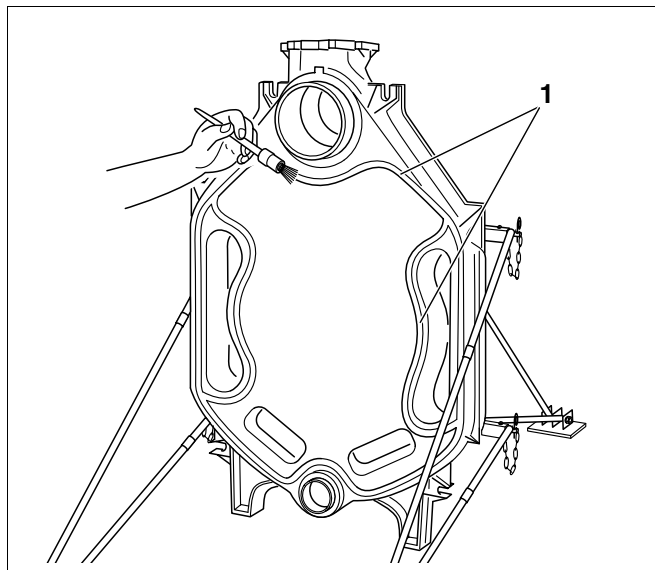

Fig. 12 Enduire les rainures d'étanchéité de produit adhésif
Les rainures d'étanchéité (fig. 12, **pos. 1**) doivent être propres et sèches pour le collage du cordon d'étanchéité (cordon KM).